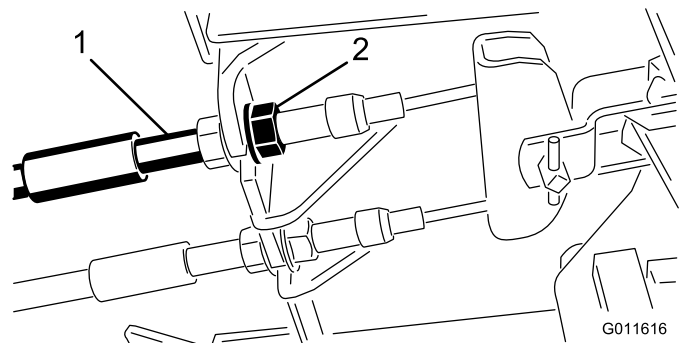

Figura 75
1. Para reduzir a folga dos pedais dos travões, aperte os travões desapertando a porca dianteira que se encontra na extremidade rosca do cabo dos travões (Figura 75).